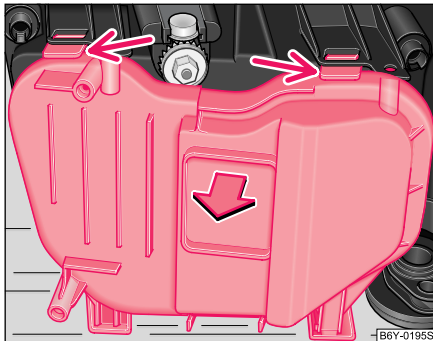

Abb. 153 Schutzabdeckung für Scheinwerfer vorn
- Drücken Sie die Sicherungsfeder nach unten und bauen Sie die Schutzabdeckung ab ⇒ Abb. 153.
- Bauen Sie die Schutzabdeckung von der Rückseite des Scheinwerfers ab ⇒ Seite 219, Abb. 153.